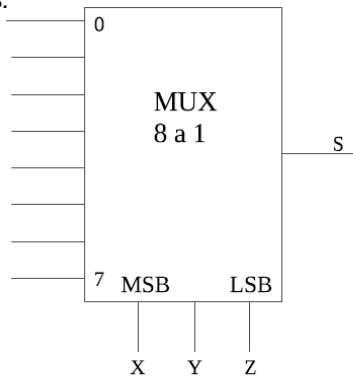

Figura 1
- b) Implementar o sistema utilizando o bloque multiplexor de lóxica positiva xenérico da figura 1, tomando como liñas de selección X, Y, Z e as portas lóxicas necesarias.
- b) Implementar el sistema utilizando el bloque multiplexor de lógica positiva genérico de la figura 1, tomando como líneas de selección X, Y, Z y las puertas lógicas necesarias.*